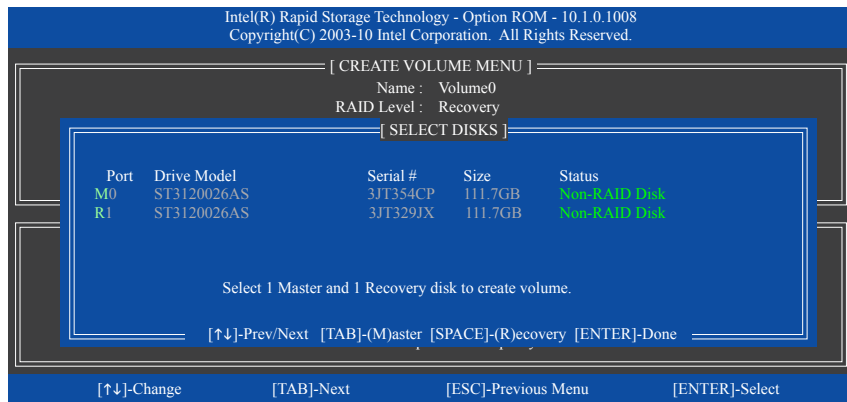

図 10
**Select Disks** アイテムの下で、<Enter>を押します。**SELECT DISKS** ボックスで、マスタドライブに対して使用するハードドライブには<Tab>を押し、リカバリドライブに対して使用するハードドライブには<Space>を押します。(リカバリドライブの容量がマスタドライブの容量より大きいことを確認してください)。<Enter>を押して確認します。(図 10)